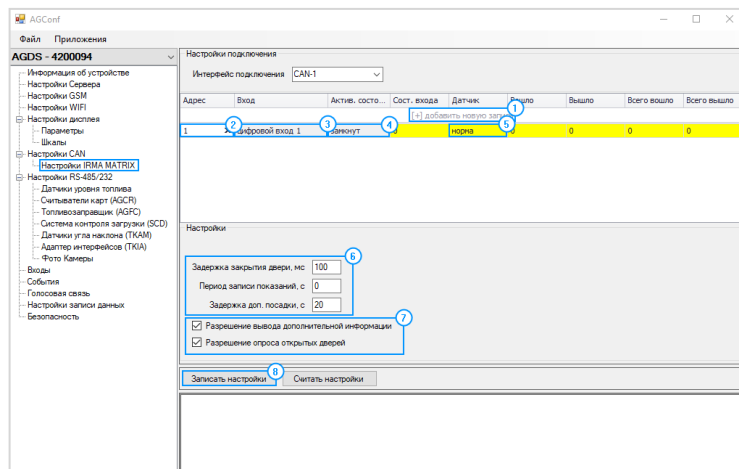

Рис.100. Настройка учёта пассажиропотока
После того как был выбран интерфейс подключения создаётся запись, которая будет содержать параметры необходимые для работы системы (**Рис.100, п.1**).
- Указать **«Активное состояние входа»** учитывая схему подключения (**Рис.100, п.4**)